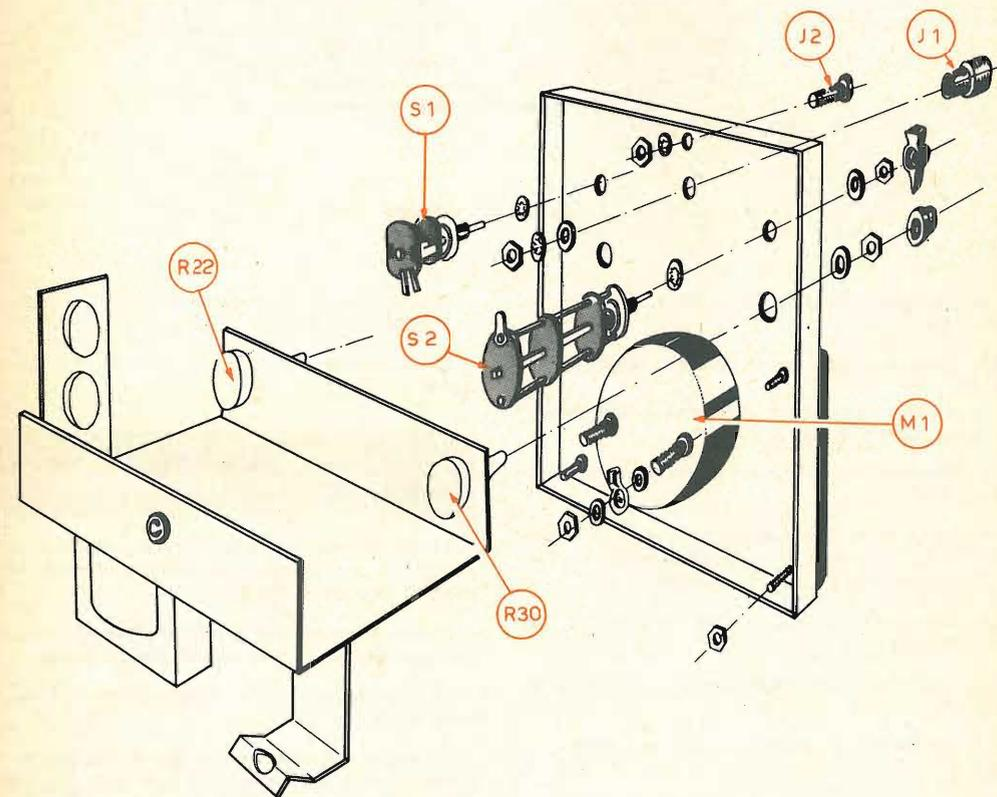

Fig. 6 - Montaggio meccanico dei componenti sul pannello frontale.
#### MONTAGGIO DEI COMPONENTI SUL PANNELLO FRONTALE FIGURE 6 e 7
5) Montare il commutatore « di funzione » S1, con la solita rondella dentata all'interno, una rondella piana all'esterno ed il dado di bloccaggio da 3/8. Il commutatore per essere montato nella sua posizione esatta deve presentare i due terminali ancorati sull'ultimo settore rivolti verso il basso cioè verso l'interno del telaio, come appare a fig. 6. È opportuno non stringere il dado a fondo sinché non si sarà bloccata provvisoriamente la manopola ad indice, dopo aver constatata la corrispondenza delle diciture anteriori con la linea di fede della manopola stessa.